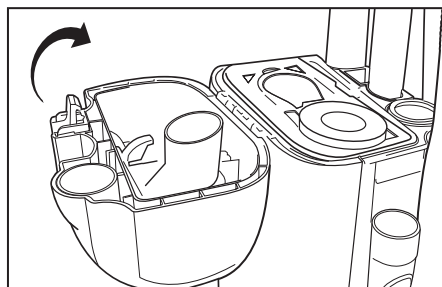

Imagen 5
- Reemplace la tapa y presione el botón de liberación de la tapa para asegurarla en su lugar (Imagen 5).